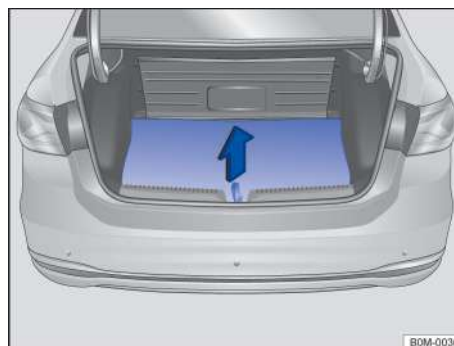

Рисунок 96. Внутри багажника: поднимите съемный пол багажника ▶
- При открытии возьмитесь за ручку внутри пола багажника → Рисунок 96, и поднимите пол багажника вверх.